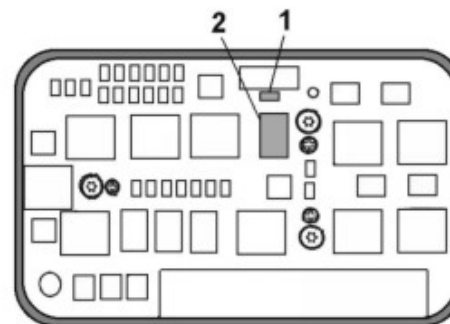

Abbildung 7.
**Positionierstifte (2) mit geeignetem Werkzeug bis zum Anschlag nach unten drücken. Die 3 Schrauben ("1" in Abbildung 7) festziehen.**